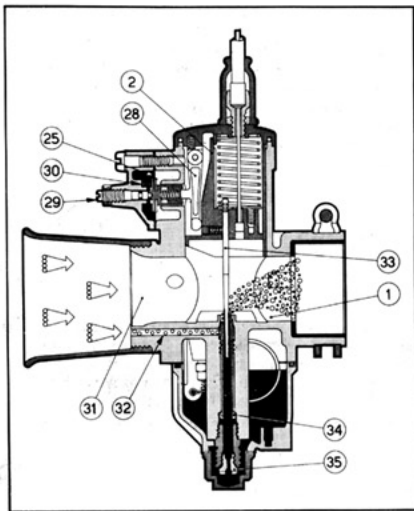

Fig. 36
e) **Massimo** (vedi fig. 36)
e) **Full-throttle** (see fig. 36)